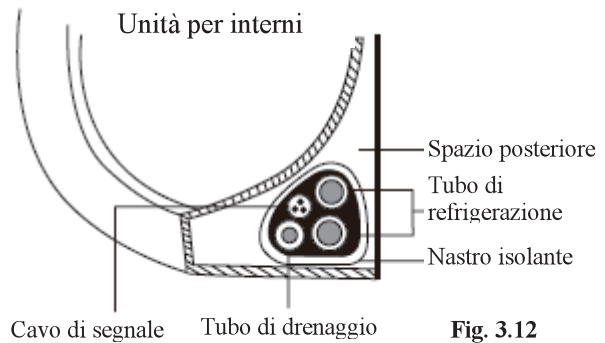

Fig. 3.12
- Avvolgere il tubo di scarico, I tubi di refrigerazione e il cavo di segnale come indicato nella Fig. 3.12.
- Usando un nastro isolante, avvolgere il cavo di segnale, i tubi refrigerante e di drenaggio stretti insieme. Verificare di nuovo che tutti gli oggetti siano legati insieme come nella Fig. 3.12.